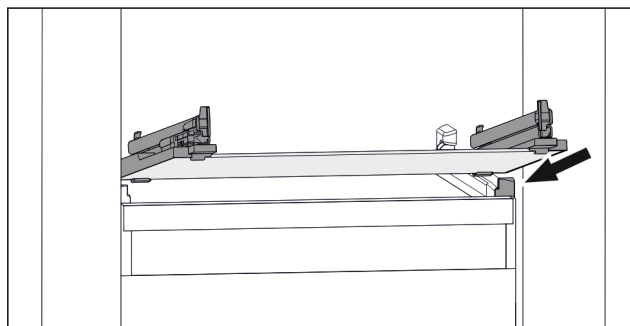

Fig. 62 Příklad znázornění skleněné desky
- ▶ Nasadte skleněnou desku šikmo za zářžky. (viz Fig. 62)